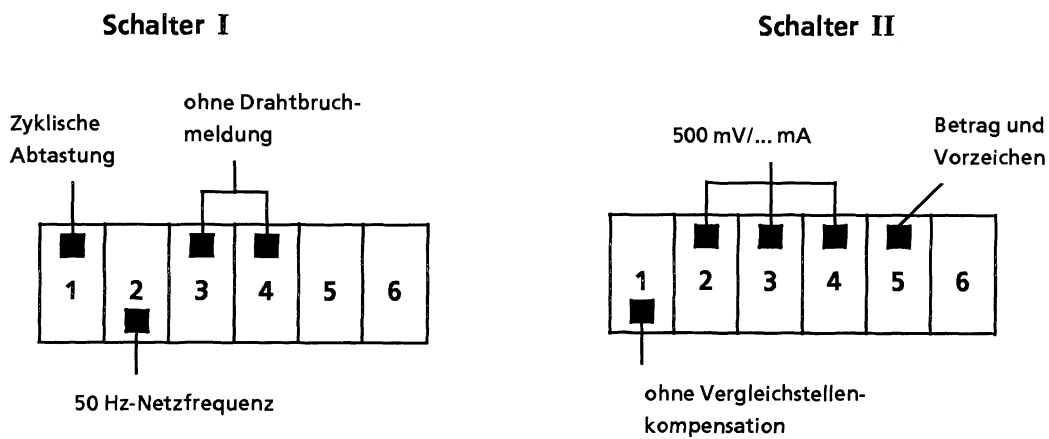

Bild 10.39 Einstellung der Betriebsartenschalter I und II
- ▶ Betriebsartenschalter auf der Rückseite der Baugruppe folgendermaßen einstellen (→ Bild 10.39):